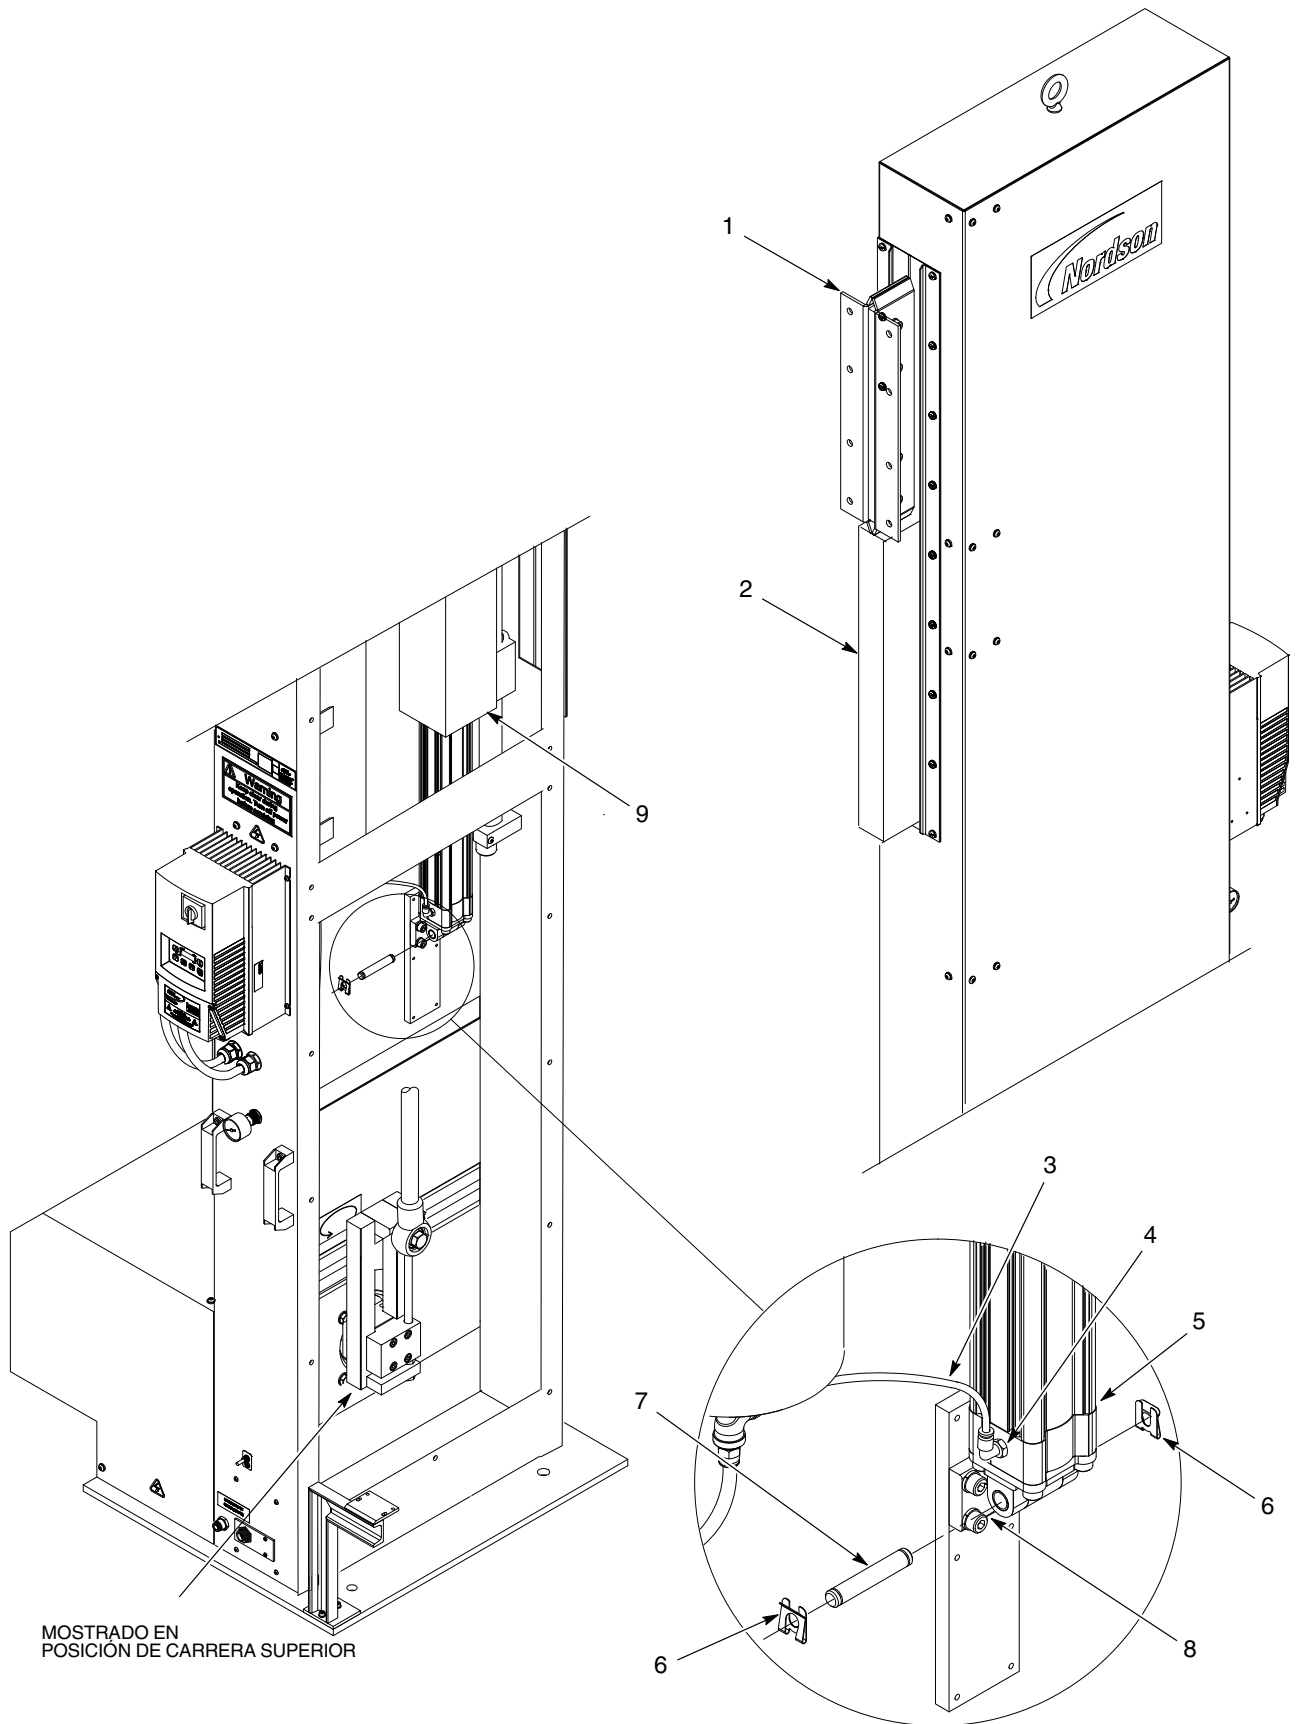

Figura 15 Extracción del cilindro neumático
1. Ver la figura 15. Extraer las pistolas y el hardware de montaje del soporte de montaje del carro (1).
2. Desplazar el carro de pistolas (1) a la parte superior de la posición de carrera. Utilizar un bloque (2) tal y como se muestra para fijar el carro de pistolas (1).
4. Desconectar la línea de aire (3) del racor del cilindro neumático (4).
5. Extraer las abrazaderas (6) y los pasadores (7) que fijan el cilindro neumático (5) al soporte (8). Extraer el cilindro neumático del tubo de montaje del conjunto de cojinete (9).